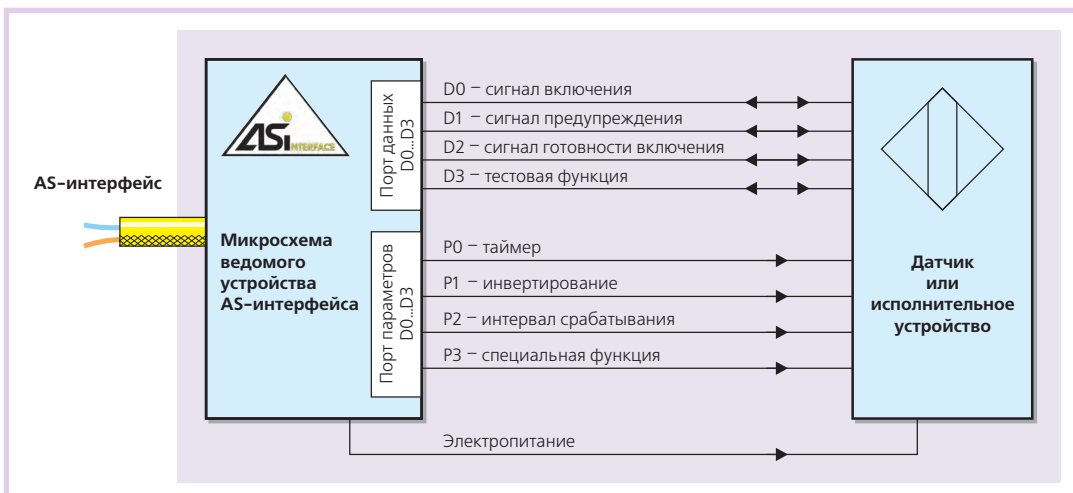

Рис. 11. Схема датчика или исполнительного устройства с интегрированным AS-интерфейсом
- чип ведомого устройства AS-интерфейса может быть встроен прямо в датчик или исполнительное устройство, в результате чего получается устройство с интегрированным AS-интерфейсом (рис. 11);